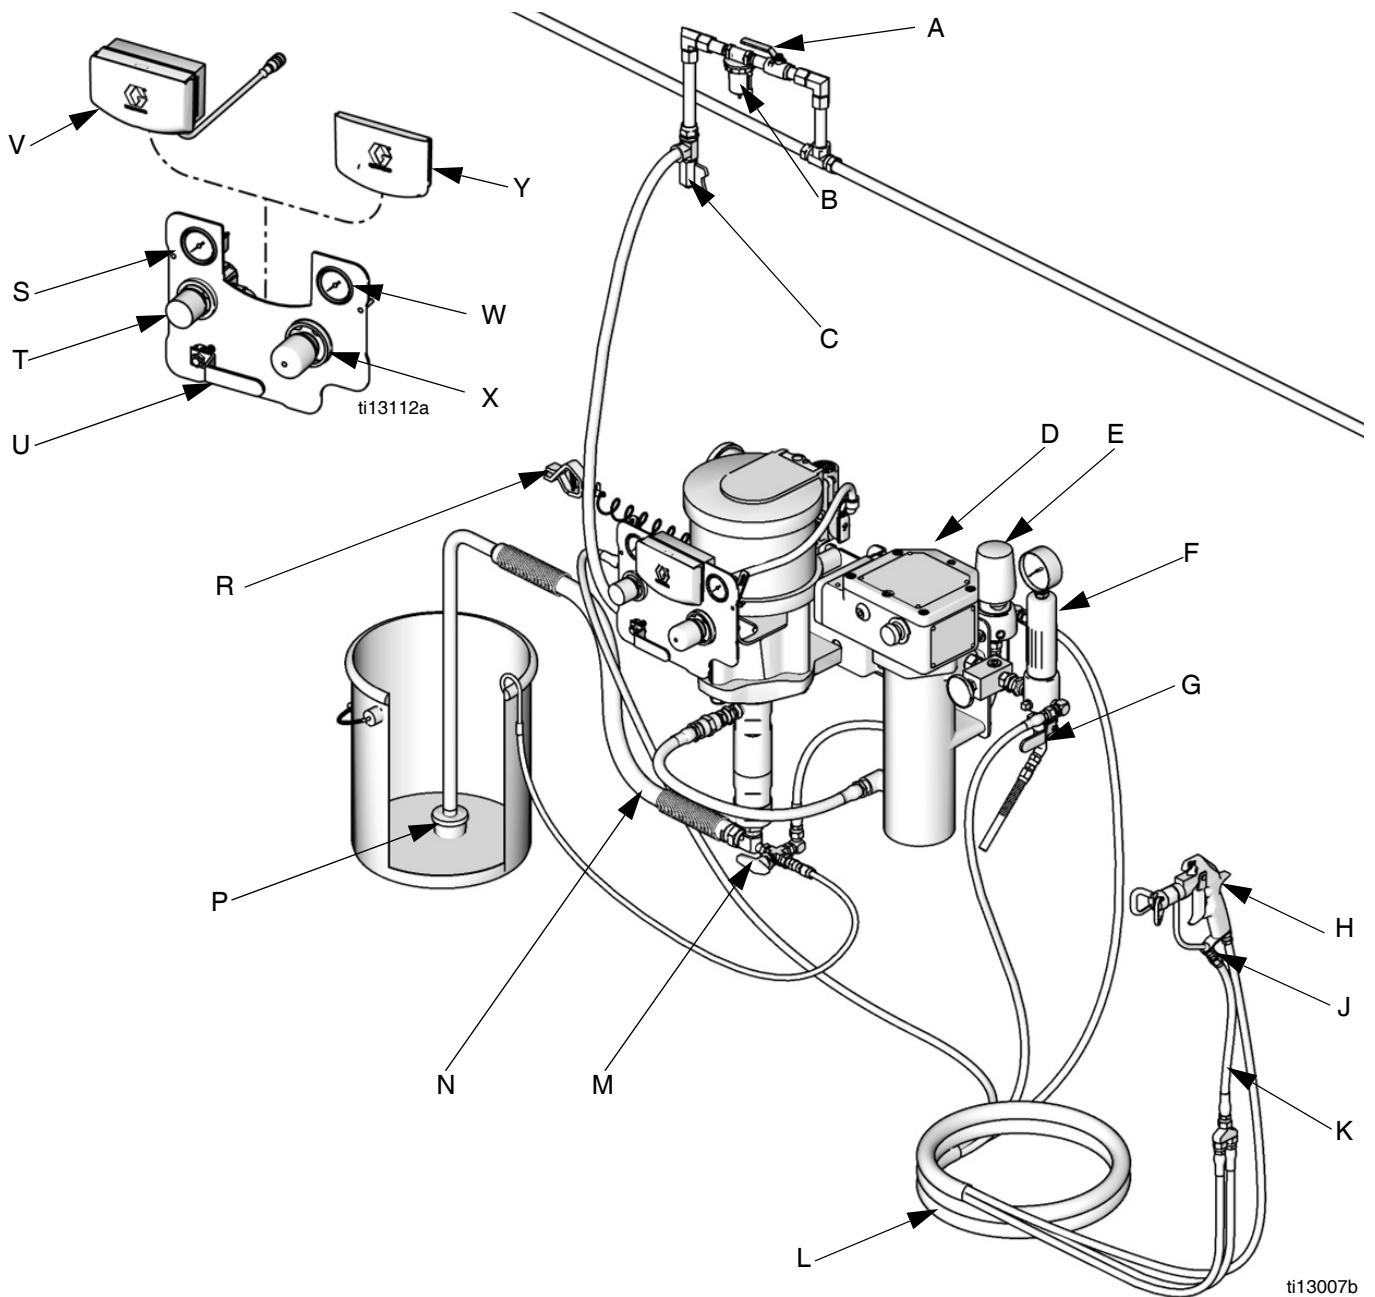

ABB. 1: Typische Installation (Ihr Paket umfasst eventuell nicht alle gezeigten Artikel.)
ABB. 1 ist lediglich als Anleitung für die Auswahl und die Installation von Systemkomponenten und Zubehör vorgesehen. Ihr Graco-Händler hilft Ihnen gerne bei der Zusammenstellung eines auf Ihre individuellen Anforderungen abgestimmten Systems.
Siehe ABB. 1. **Unterschiedliche Komponenten je nach Geräteserie.** Siehe Tabellen auf den Seiten 7 bis 8. Pumpensatz kann enthalten:
Für weitere Informationen hierzu siehe ABB. 1, auf Seite 8.
2. Siehe ABB. 1. Den Lufthahn mit Entlastungsbohrung (U) schließen.